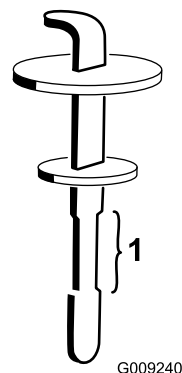

Рисунок 88
5. Извлеките масломерный щуп из заливной горловины и протрите его чистой ветошью. Вставьте масломерный щуп в заливную горловину; затем извлеките его и проверьте уровень жидкости (Рисунок 88).